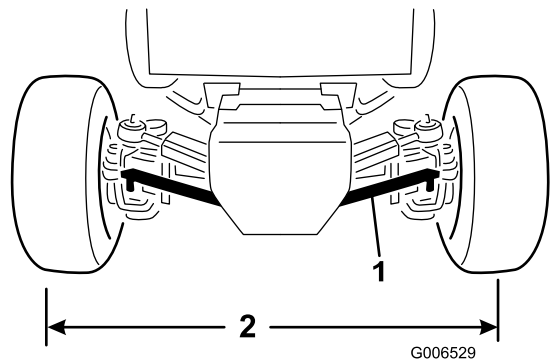

Bild 58
2. Nehmen Sie die Muttern ab, mit denen das Kugelgelenk der Zugstange an der Befestigungshalterung an der Achse befestigt ist. Entfernen Sie das Kugellager von der Achse (Bild 58).
4. Drehen Sie das Kugelgelenk der Zugstange, bis der Abstand von Mitte zu Mitte an der Vorder- und der Rückseite der Hinterräder gleich ist (Bild 58).